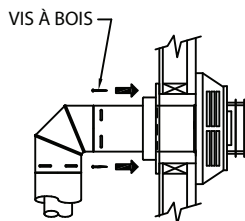

Figure 9
Étape 7. Glisser la flasque du manchon contre la surface du mur et la fixer au mur avec les vis fournies (**Fig. 9**). Si désiré, poser une garniture décorative de laiton facultative à la flasque du manchon d'emboîtement mural